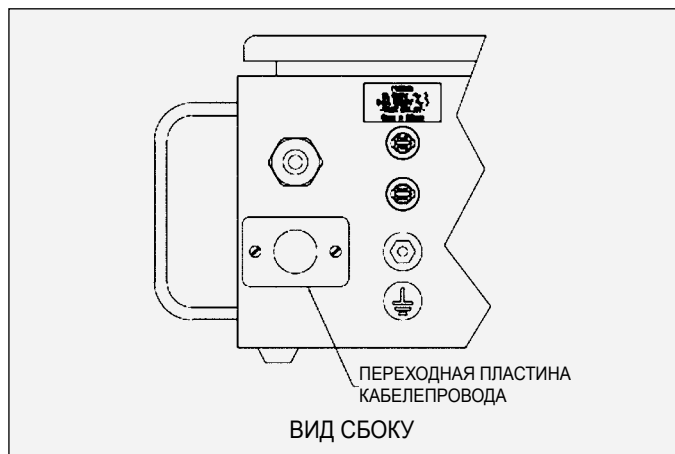

Рис. 11: Установка переходной пластины кабелепровода
3. Установите переходную пластину кабелепровода (см. раздел «Принадлежности») в отверстие, из которого была извлечена розетка для подключения к источнику переменного тока (см. рис. 11).